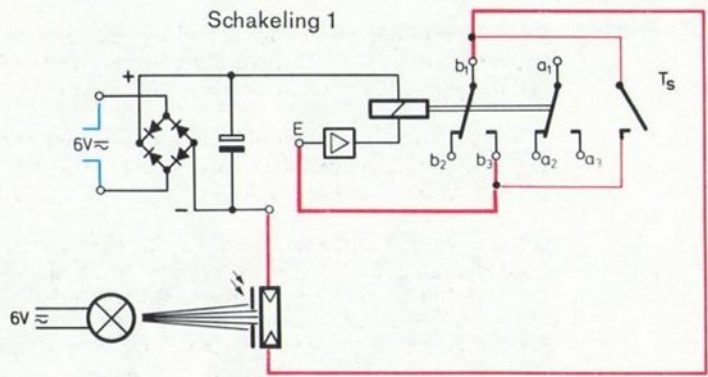

fig. 47.1
**Het principe** De nevenstaande schakeling voldoet aan de bovengenoemde voorwaarden. Hij werkt volgens het principe van de automatische blokkering van een relais. U hebt de keuze uit twee schakelingen (fig. 47.1 en 47.2). De fotoweerstand is in beide met het maakkontakt  $b_1-b_3$  in serie geschakeld. Sluiten we de voedingsbron aan, dan blijft het relais stroomloos, ook als de fotoweerstand sterk wordt belicht. Dit komt omdat  $b_1-b_3$  open staat. De fotoweerstand werkt nu niet omdat hij geblokkeerd is.